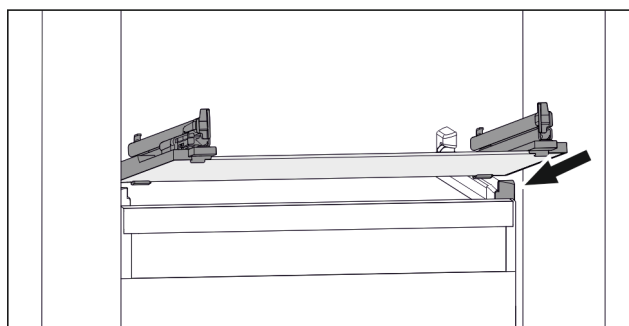

Fig. 40 Vejledende visning af glaspladen
- ▶ Sæt glaspladen skråt bag stoppene. (se Fig. 40)